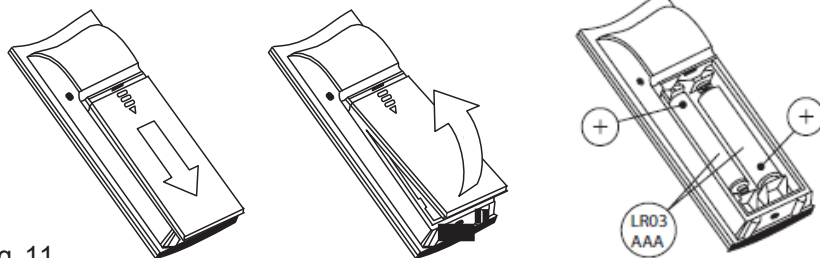

fig. 11
1. Faites glisser la partie arrière de la télécommande pour l'ouvrir (fig 11).